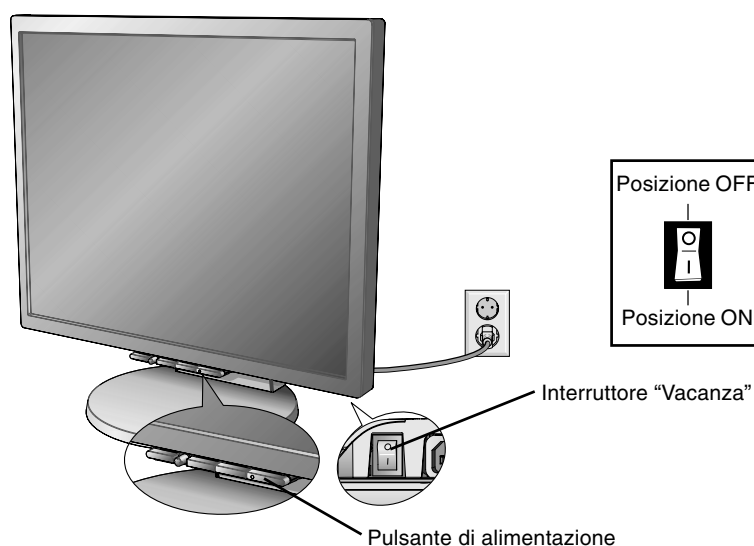

Figura E.1
10. Collegare il cavo di alimentazione alla presa di alimentazione (**figura E.1**).
11. L'interruttore “Vacanza” sul retro del monitor deve essere acceso (**figura E.1**). Accendere il monitor con il Pulsante di alimentazione, posto sulla parte anteriore, e il computer.